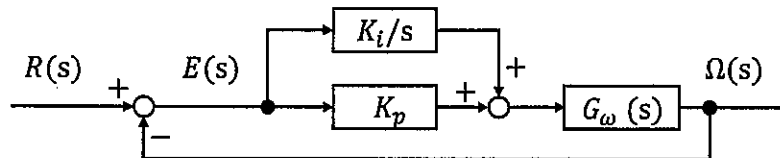

図 2 PI 制御コントローラを用いた閉ループ
(7) 図 2 に制御ブロック図を示す。  $R(s)$  から  $E(s)$  までの伝達関数と  $R(s)$  から  $\Omega(s)$  までの伝達関数をそれぞれ示せ。